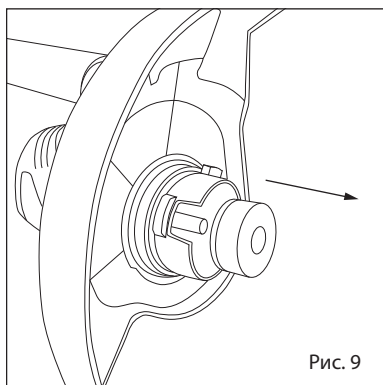

Рис. 9
3. Извлечь шпулю из корпуса катушки (рисунок 9).